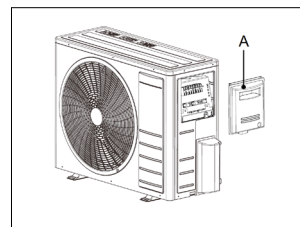

Fig. 26 -
1. Verwijder het zijpaneel (part A- "Fig. 26 -").